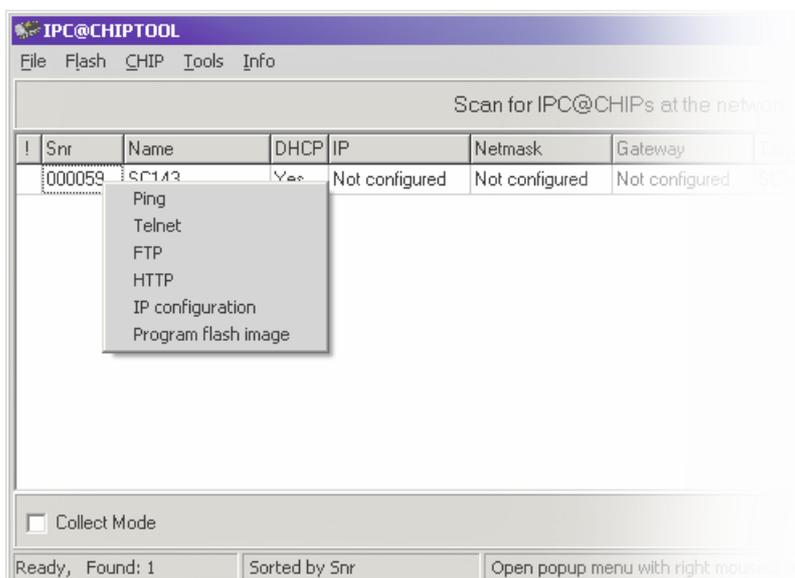

Рис. 1. Контекстное меню.
- 2 В появившемся контекстном меню выбрать пункт IP Configuration (рис. 1).